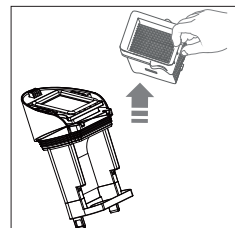

Abb. 17 – Filter entfernen
- ▶ Ziehen Sie den EPA-10-Filter nach oben aus der Verschlusskappe des Schmutzwassertanks (**siehe Abb. 17**).